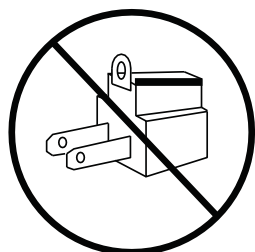

Figura 4.
- Não utilize adaptador. (Veja a Figura 4).